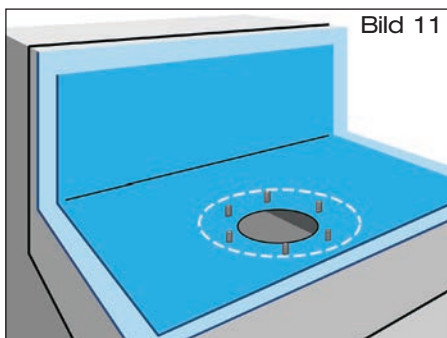

Bild 11
3.3 **Anschlussbahn** bauseits aus vorhandener Kunststoff-Dachdichtungsbahn, Größe: 700 mm x 1000 mm, zuschneiden (Bild 11).